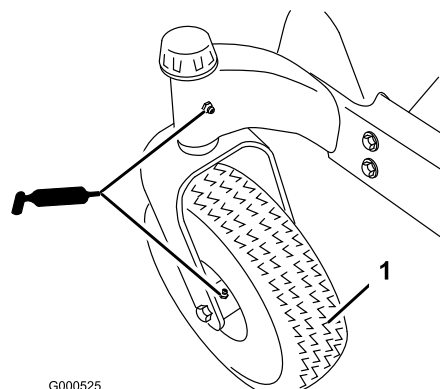
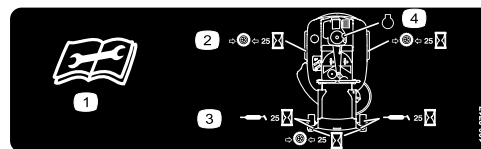

Figura 29
Figura 30
3. Limpie con un trapo los puntos de engrase (Figura 29) y (Figura 30). Asegúrese de rascar cualquier pintura que hubiera sobre los puntos de engrase.
4. Conecte una pistola de engrasar a cada punto de engrase (Figura 29 y Figura 30). Bombee grasa hasta que empiece a rezumar grasa de los cojinetes.